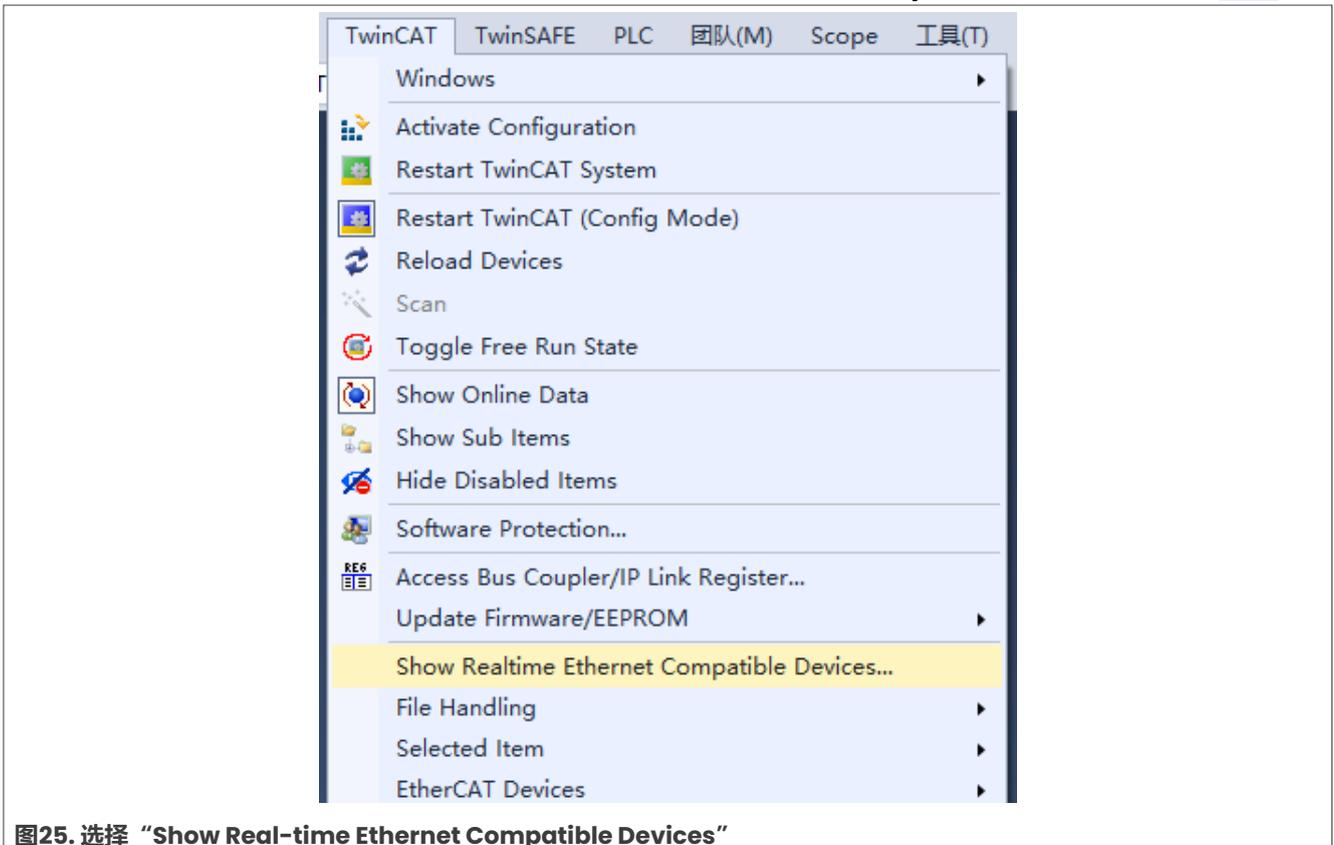

图25. 选择“Show Real-time Ethernet Compatible Devices”
3. 将TwinCAT保持在配置模式下，选择“**Show Realtime Ethernet Compatible Devices..**”，如图25所示。